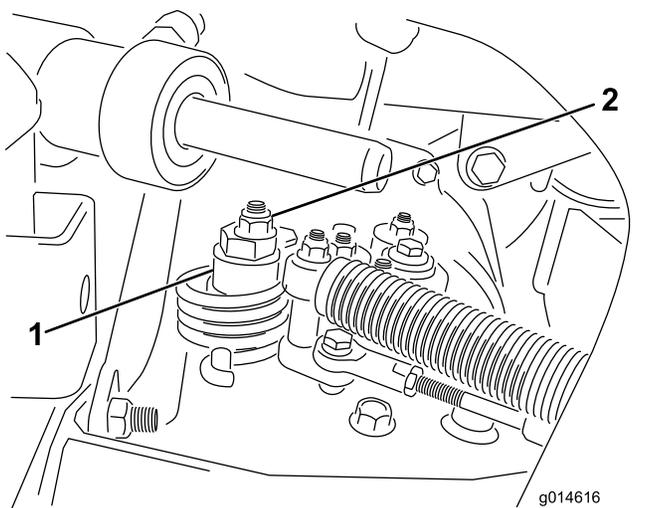

Figura 53
- A. Liberte a porca que fixa o disco excêntrico ao cimo do hidróstato (Figura 53).
(Figura 53). Verifique se o ajuste é o adequado colocando o regulador nas posições Lento e Rápido.